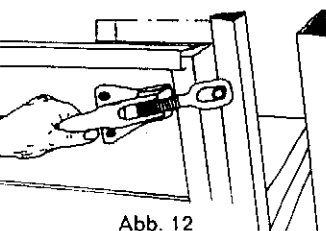

Abb. 12
33. Bei der Inbetriebnahme ist zu überprüfen, ob das Streuwerk fest mit dem Fahrzeug verbunden ist. Um einen stetigen festen Sitz zu gewährleisten, ist ein Nachstellen an der Spannvorrichtung möglich. (Abb. 12)
- 33) When putting the unit into operation, see that the spreader is securely attached. To ensure firm attachment at all times, adjustments can be made to the clamps (Fig. 12).
33. A la mise en service, s'assurer que l'épandeur est solidement fixé au véhicule. Afin d'assurer toujours une fixation correcte, les tendeurs sont dotés d'une possibilité de réglage (fig. 12).